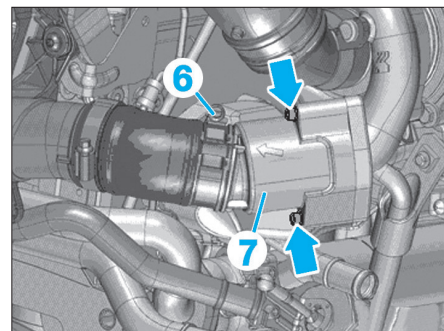

FIG. 108
- Déposer les vis (flèches) (Fig.108).